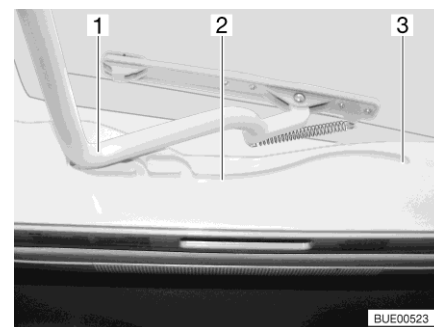

Fig. 121 Guida (oblò Heki)
- Tirare la staffa (Fig. 121,1) nelle guide (Fig. 121,2) fino alla posizione più all'indietro (Fig. 121,3).
- Spingere la staffa (Fig. 121,1) leggermente verso l'alto con ambedue le mani.
- Tirare la staffa nelle guide (Fig. 121,2) fino alla posizione desiderata.